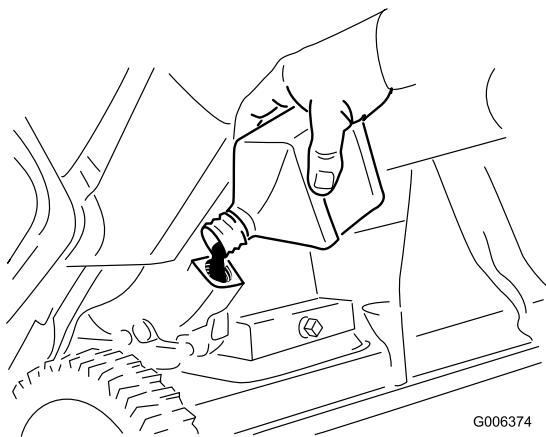

Figure 32
8. La machine étant en position d'utilisation, versez **lentement** de l'huile dans l'orifice de remplissage. Patiencez 3 minutes pour donner le temps à l'huile de se stabiliser et ajoutez une quantité suffisante pour atteindre le point de trop-plein. Il ne devrait rester que très peu, voire pas du tout d'huile dans le bidon (Figure 32).